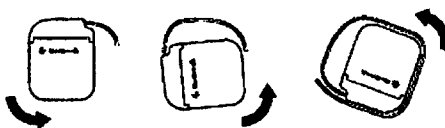

Figura 22. Gire en sentido contrario al de las agujas del reloj para enrollar la parte sobrante del electrodo o extensión
1. Con el logotipo de Medtronic orientado hacia fuera, alejado del tejido muscular, gire el neuroestimulador en sentido contrario al de las agujas del reloj para enrollar la parte sobrante del electrodo o extensión (Figura 22).